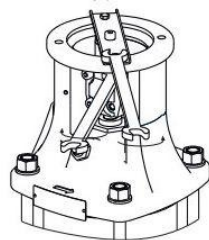

рис. 12
2. Ослабьте соединительные болты крепежного кронштейна и демонтируйте крепежный кронштейн. (см. рис. 12)